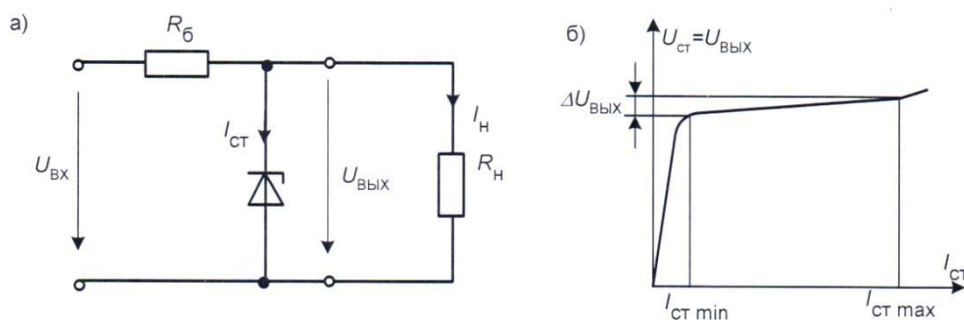
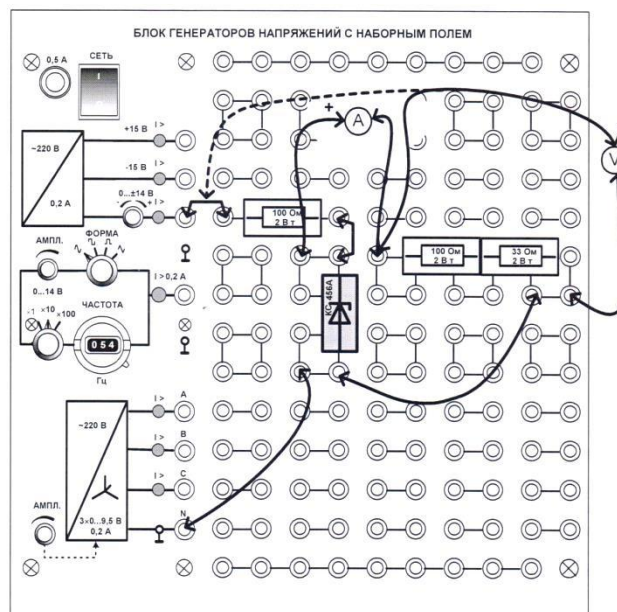

Рис. 10.1. Параметрический стабилизатор и его ВАХ
Рис. 10.2. Монтажная схема параметрического стабилизатора
5.1. Соберите цепь параметрического стабилизатора согласно принципиальной схеме (рис. 10.1) и монтажной схеме (рис.10.2) сначала без сопротивлений нагрузки (резисторы 100 Ом и 33 Ом).